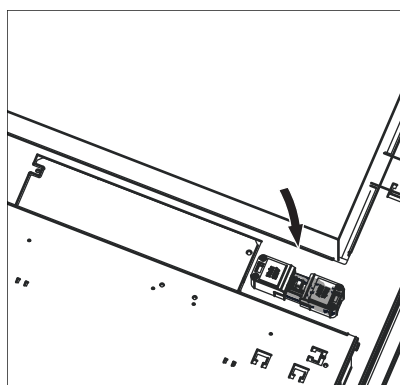

Fig. 61 Staccare la spina di rete dell'apparecchio
- Togliere assolutamente tensione alla caldaia (ad es. staccando la spina di rete) prima di effettuare qualsiasi lavoro di pulizia o riparazione – Fig. 61.
- Inserire la spina di rete dell'apparecchio – Fig. 61.